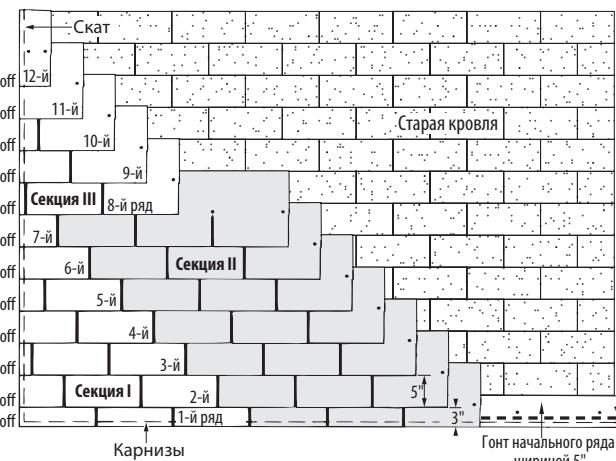

Рис. 13-15. Двенадцать вверх, на пять обрезка, встык.
- Отрежьте 12,7 см первого гонта начального ряда и уложите получившийся кусок длиной 78,7 см на первый ряд в левом нижнем углу существующей кровли (*Рис. 13-15*).
- Первый ряд укладывается из полосовых гонтов размером 25,4 см x 91,4 см, изготовленные путём обрезки язычков стандартных гонтов в нижней части на 5 см. (*Рис. 13-15*).
- В начале второго ряда отрежьте 12,7 см от левого края гонта и расположите его верхний край встык с кромкой гонта в старом четвёртом ряду (*Рис. 13-15*).
- В результате будет закончена «Секция I» (*Рис. 13-15*) и уложены первые семь рядов 12-рядного повторяющегося цикла.
1. В начале восьмого ряда отрежьте 27,9 см от левого края гонта и наложите кусок шириной 63,5 см на гонт седьмого ряда бровень с его левым краем (Рис. 13-15).